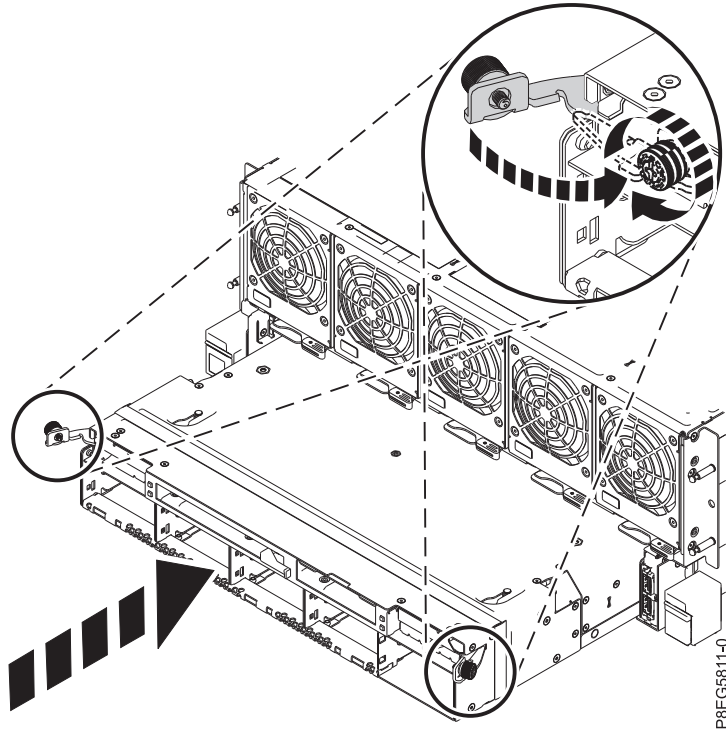

Figura 18. Sustitución del conjunto de RAID
6. Deslice el conjunto de RAID dentro del sistema. Empuje los pestillos y apriete los tornillos, como se muestra en la Figura 18 en la página 17.